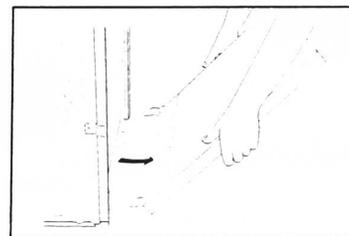

FIGURE 6
9. Saisir les bords de la porte du four avec les deux mains. Soulever et tirer la porte du four vers soi et enlever la porte. Vous devrez peut-être basculer doucement la porte d'un côté et de l'autre en la tirant. Voir Figure 6.